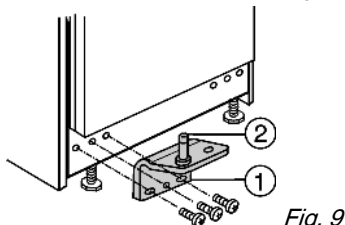

Fig. 9
▶ Вставьте снизу шарнирный палец Fig. 9 (2) в кронштейн Fig. 9 (1) с подкладной шайбой в опору двери.
▶ Закрутите кронштейн Fig. 9 (1) (с усилием 4 Нм).